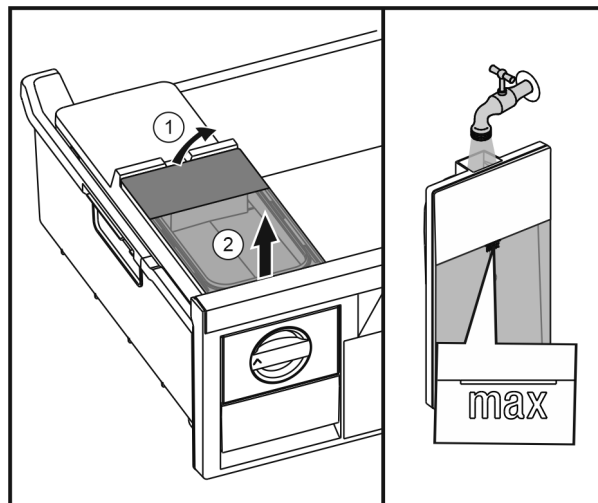

Fig. 28
- ▶ Nadvihnite nádržku na vodu zozadu Fig. 28 (1) a odoberte ju nahor Fig. 28 (2).